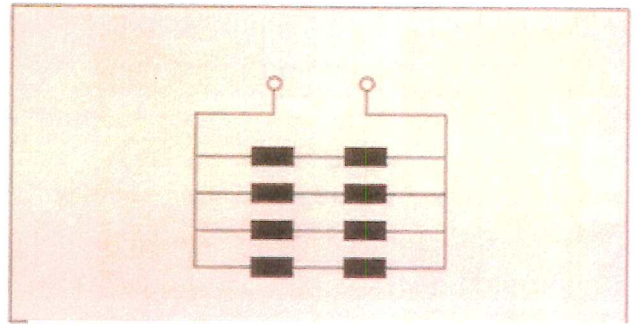

Рис. 6b Однофазное, параллельное подключение с 2-мя нагревателями в группе
2. однофазная группа из 2 нагревателей и параллельное соединение (рис. 6b)